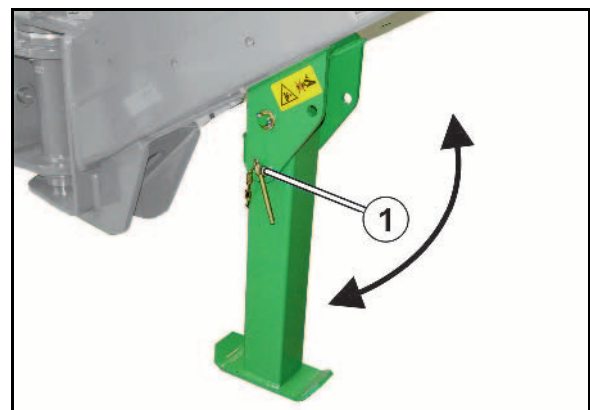

Fig. 54
2. Bolzen (Fig. 54/1) herausziehen.